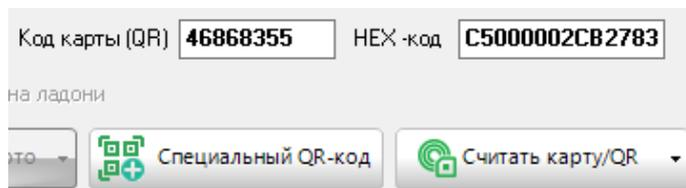
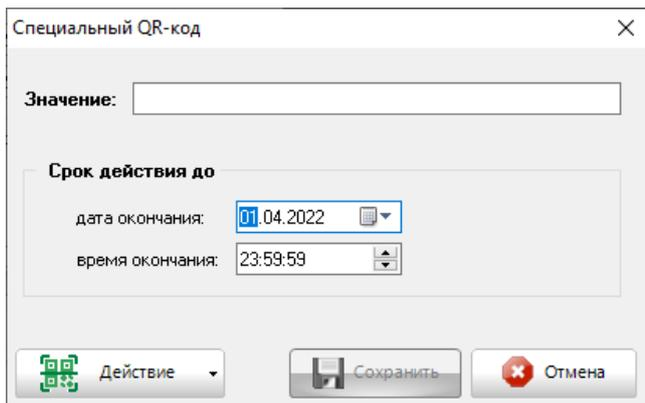
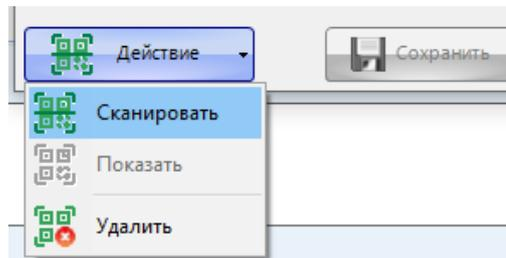

Рис. 40
Рис. 46
Рис. 47
Если сканирование завершилось успешно, то в поле «Код карты (QR)» будет отображен QR-код (рис. 40). Если отсканировать QR-код не удалось, то поле останется пустым.
В качестве дополнительного подтверждающего идентификатора прохода, в приборе «C2000-BIOAccess-SF6P» можно использовать «Специальный QR-код». «Специальный QR-код» содержит в себе строку длиной не более 255 символов. Для создания и просмотра специального QR-кода необходимо нажать кнопку «Специальный QR-код» (рис. 40). В появившемся окне (рис. 46) можно либо вручную ввести значение QR-кода, либо отсканировать имеющийся в наличии (рис. 47).
Специальный QR-код имеет срок действия, для этого необходимо указать дату и время окончания действия (рис. 46). Включение/отключение режима проверки специального QR-кода осуществляется на вкладке «Система», в разделе «Биозащита» (рис. 54). Зарегистрированный специальный QR-код можно просмотреть, для этого необходимо нажать кнопку «Действие» и выбрать пункт меню «Показать» (рис. 47). Возможные действия со специальным QR-кодом аналогичны действиям, доступным для обычного QR-кода (рис. 42).